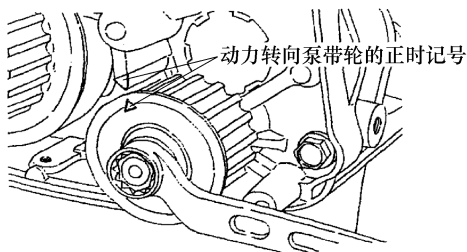

图 4-59 对齐动力转向泵带轮上的正时标记
4) 使动力转向泵带轮上的正时标记与前盖上的标记对齐，如图 4-59 所示。